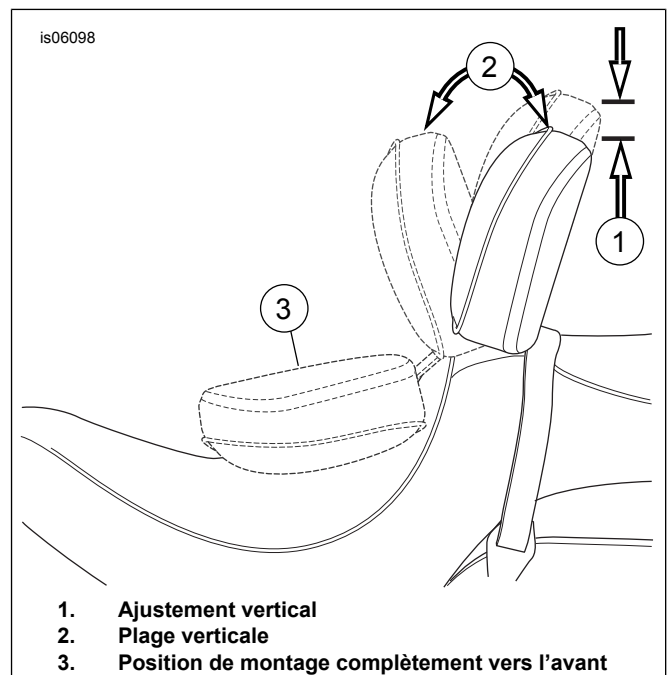

Figure 13. Postions du dossieret
7. Consultez Figure 13 . Une fois le dossier et la selle en place, pousser le dossier vers la position (3) complètement en avant. Le mécanisme du dossier sera appuyé contre le dessous de la selle et contre le protecteur de selle inséré.
1. Consultez Figure 13 . La poignée réglable est utilisée pour déplacer la plaquette du dossieret dans les positions avant et arrière.
2. Pour ajuster le coussinet du dossieret vers l'avant ou vers l'arrière (2), pousser la poignée. Se pencher en arrière contre le coussinet du dossieret permettra de l'ajuster vers l'arrière. Ne pas mettre de poids sur le coussinet du dossieret en poussant sur la poignée, car cela fera en sorte que le dossieret sera positionné entièrement vers l'avant. Le relâchement de la poignée verrouillera le dossieret en place.
3. Pour ajuster le coussinet du dossieret de haut en bas (1), tirer sur le bouton à l'arrière du coussinet. Déplacer le dossieret vers le haut ou le bas dans la position souhaitée, puis relâcher lorsque le coussinet est dans la position désirée.